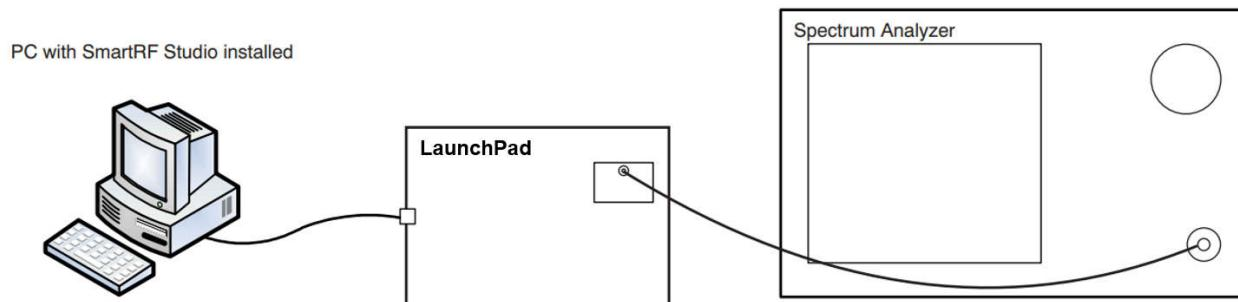
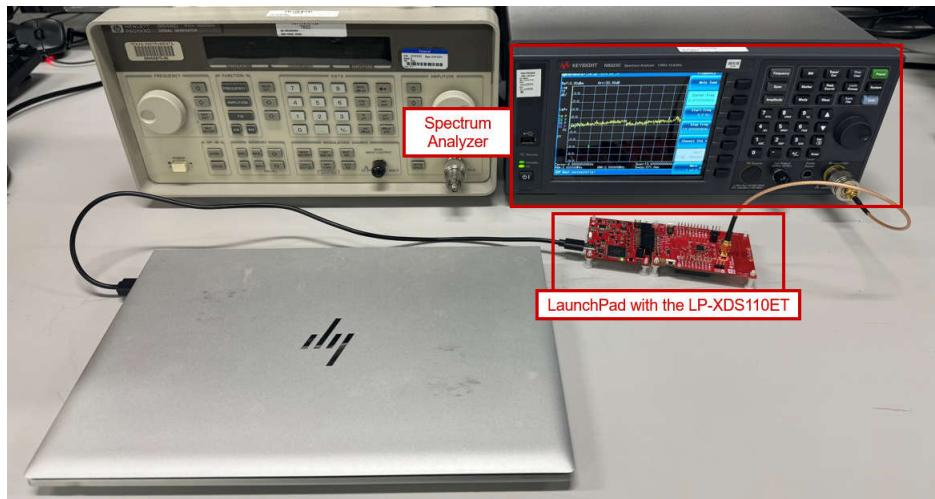

図 7-5. 電力スペクトル密度マスクのテスト設定図
図 7-6. 電力スペクトル密度マスク テストのベンチ設定
テスト環境: 図 7-5 にテスト設定を示します。
- ステップ 1: 図 7-5 および 図 7-6 に示すように、機器を接続します。